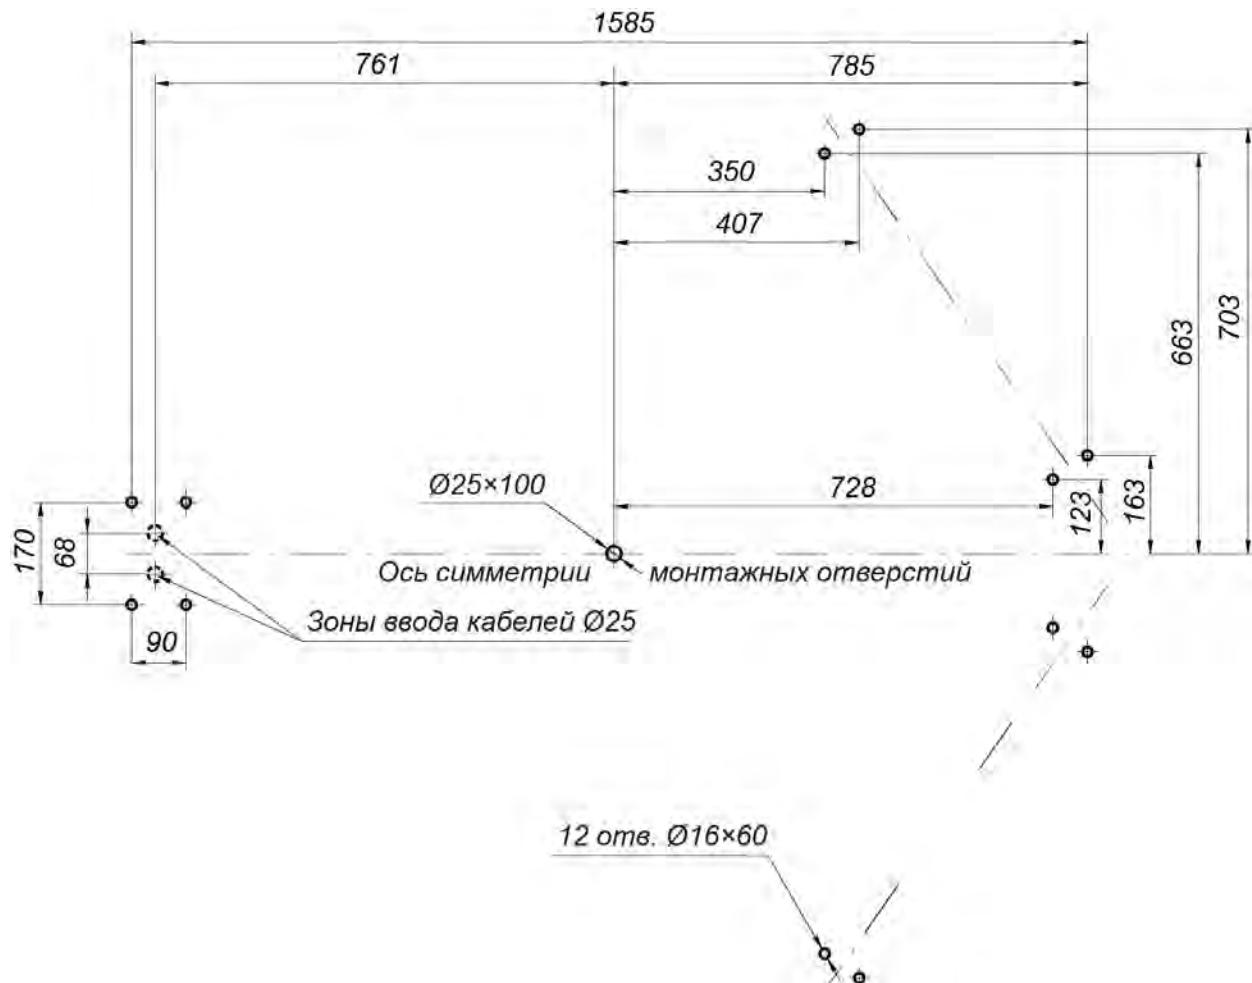
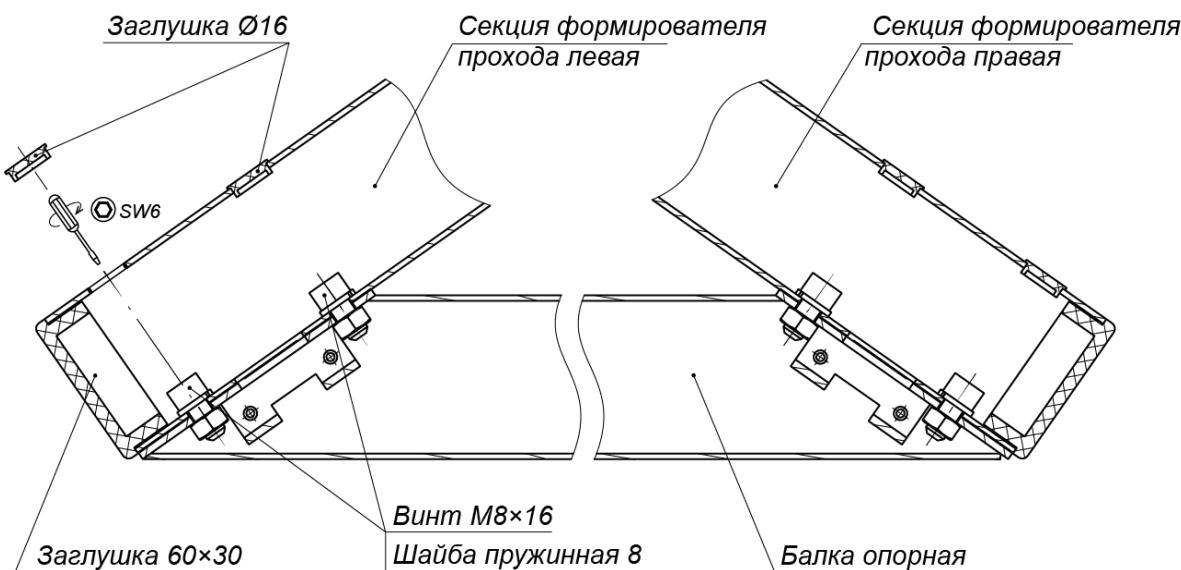

Рисунок 12. Схема разметки для монтажа турникета
Рисунок 13. Крепление балки опорной (7) к секциям (6) формирователя прохода
3. Выполните на установочной поверхности разметку отверстий для монтажа турникета. Используйте шаблон из комплекта поставки, но затем обязательно проверьте истинность расстояний в соответствии с рис. 12.
- Установите секции (6) формирователя прохода на установочную поверхность, ориентируя отверстия в опорных фланцах по расположению анкеров. При этом левая и правая секции должны быть правильно выставлены и сориентированы: блоки индикации формирователей должны быть развернуты от оси симметрии (см. рис. 12) и учтено расположение на секциях мест крепления опорной балки (см. рис. 13).
9. Установите балку опорную (7) на секции (6) формирователя прохода:
- Закрепите балку опорную на секциях формирователя прохода четырьмя болтами M8x16 (ключ SW6) из комплекта сборочно-монтажных принадлежностей (ящик №4). При уличном монтаже стыки опорной балки с секциями формирователя прохода рекомендуется герметизировать, используя атмосферостойкий силиконовый герметик по инструкции производителя (см. рис. 13).
10. Распакуйте стойку с преграждающими планками (5) (ящик №4).
11. Установите стойку с преграждающими планками (5) (работайте вдвоем!):
- Для варианта прокладки кабелей питания и управления через кабельные каналы в установочной поверхности снизу: положите стойку с преграждающими планками (5) на установочную поверхность таким образом, чтобы опорный фланец находился рядом с зоной отверстия А. Затем, используя монтажную проволоку, протяните кабели через нижнее отверстие в преграждающей стойке со стороны фланца вверх по стойке до ее верхнего отверстия. Выпуск кабелей на выходе из верхнего отверстия должен составлять 0,8 - 1,0 м. Временно зафиксируйте концы кабелей на верхней планке преграждающей стойки (к примеру, с помощью липкой ленты).
зону A, а место нижнего узла вращения (3) – на отверстие с анкером M16 (см. рис. 12).
17. Окончательно затяните анкерные болты крепления к установочной поверхности опорных фланцев стойки с преграждающими планками (5) и фланцев секций (6) формирователя прохода. При возникновении перекосов в силовых элементах конструкции турникета допускается использовать монтажные прокладки.
19. Закройте пластиковыми заглушками Ø16 отверстия для болтов соединения секций ротора (2) и отверстия крепления балки опорной (7) к секциям (6) формирователя прохода (см. рис. 13 и 20).